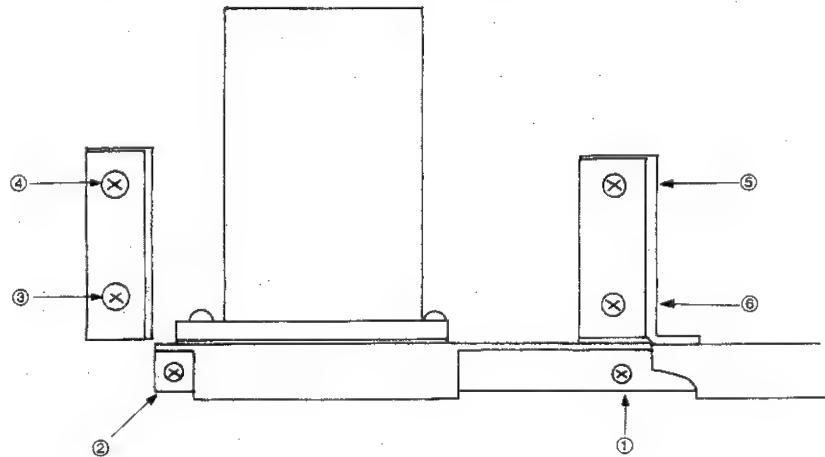

Abbildung 34 Rückansicht der Drehmechanismuseinheit (auf der rechten Seite)
(7) Die in Abb. 34 gezeigten Schrauben ①, ②, ③, ④, ⑤ und ⑥ von der Drehmechanismuseinheit (auf der rechten Seite) abschrauben, und die Drehmechanismuseinheit von der Schreibblatttafel abnehmen. Die linke Drehmechanismuseinheit kann auf die gleiche Weise entfernt werden.
(1) Unter Bezugnahme auf die Einbauzeichnung der Drehmechanismuseinheit in Abbildung 34 die Schraubenlöcher der Drehmechanismuseinheit auf diejenigen der Schreibblatttafel ausrichten. Dann die Schraube ① provisorisch einschrauben; diese Schraube dient als Bezugsschraube zum Bestimmen der Genauigkeit der Drehmemchanismuseinheit.
(2) Ebenfalls unter Bezugnahme auf Abbildung 34 die Schraube ② provisiorisch einschrauben, die Zum Bestimmen der Genauigkeit in vertikaler Richtung dient, und die Schraube ① fest anziehen. Dann die Schraube ② fest anziehen, und die Schrauben ③, ④, ⑤ und ⑥ in dieser Reihenfolge einschrauben.
(3) Die Linke Drehmechanismuseinheit wird auf die gleiche Weise eingebaut.
(4) Die Schreibblatttafel mit befestigter Drehmechanismuseinheit am Hauptkörper anbringen und diese